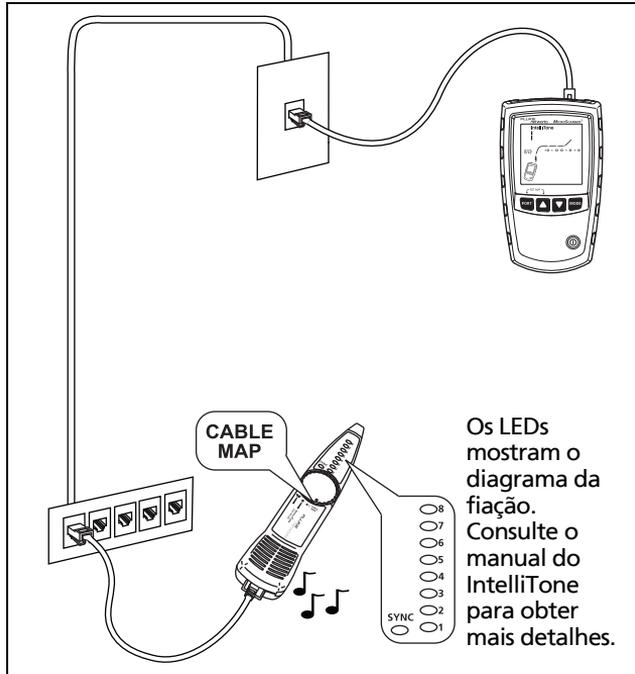

Figura 36. Como usar o gerador de tom com a função de mapa de cabo IP200 IntelliTone
- 3 Conecte o testador e a sonda ao cabeamento, conforme mostrado na Figura 36.
- 4 Pressione  ou  até aparecer () no visor. O modo IntelliTone é indicado por **IntelliTone** e pelo padrão rolante de 1s e 0s na tela. Veja a Figura 36.